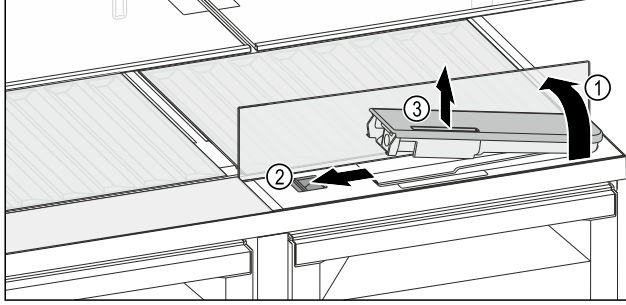

Fig. 144
- Cam plakayı kaldırın ve dayanağa kadar arkaya kaldırın Fig. 144 (1).
- Kaydırıcıyı Fig. 144 (2) sola itin.
- Su deposunu çıkarın Fig. 144 (3).